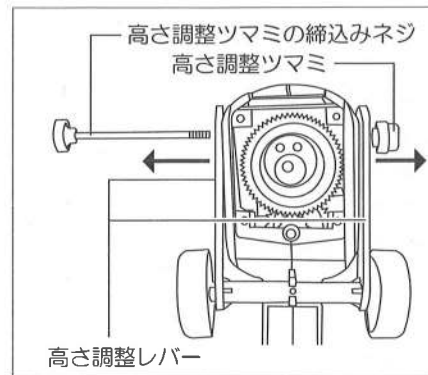

図10
- ①11ページ、ブレード(刃)の取外しを参照して裏蓋とブレード(刃)固定板を外してください。
- ②刈り込み高さ調整ツマミをゆるめて、締まっているネジから外してください。
- ③刈り込み高さ調整ツマミの締込みネジを抜き取って、刈り込み高さ調整レバーを自由にしてください。(図10参照)